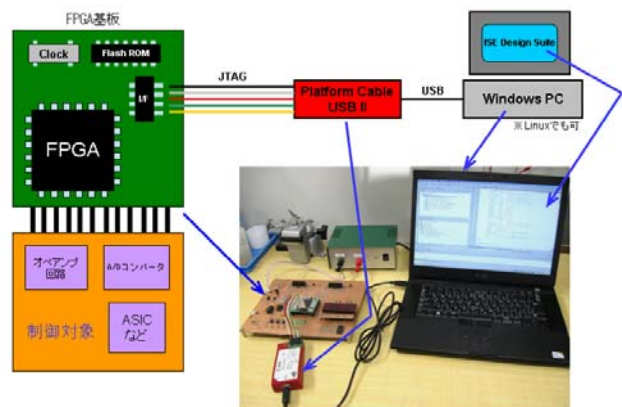

図2 FPGA の開発に必要な機材
FPGA の開発に必要なものは、(1) パソコン (Windows, Linux)、(2) 開発ソフト ISE Design Suite (Xilinx の場合)、(3) プラットフォームケーブル、(4) FPGA 基板 (評価基板、試作・本作基板など) である (図2)。プラットフォームケーブルは、FPGA や不揮発性メモリにプログラムを書き込む時に使用する。